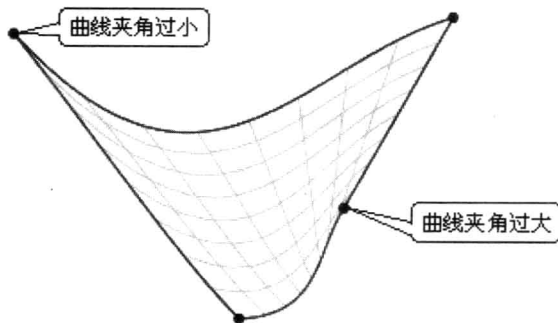

图 1-12 曲面发生扭曲
- 曲线夹角过大或者过小，很容易导致曲面发生扭曲，如图 1-12 所示。